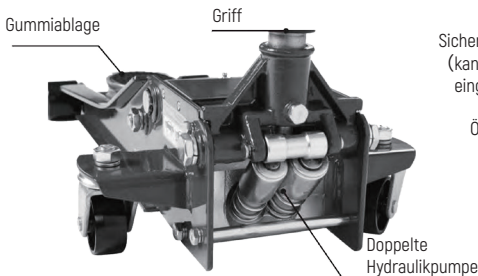

Abbildung 1
- 2) Führen Sie den Griff in das Handloch ein (siehe Abbildung 1) .
- 3) Drehen Sie den Griff gegen den Uhrzeigersinn (siehe Abbildung 1) und öffnen Sie das Rücklaufventil.